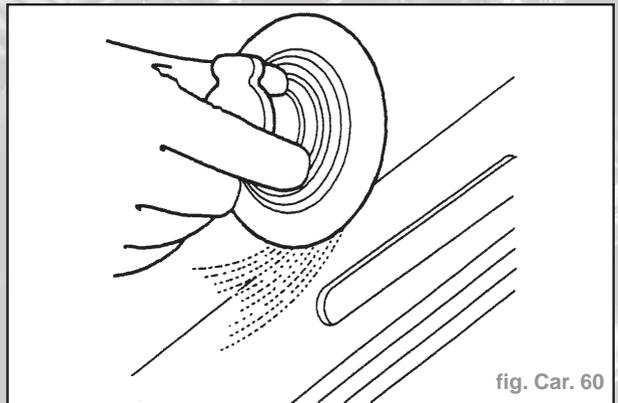

fig. Car. 60
- Dresser toutes les soudures avec une ponceuse à disque de qualité 36 ou une ponceuse à bande et/ou une brosse métallique imprégnée (Fig. Car. 60).